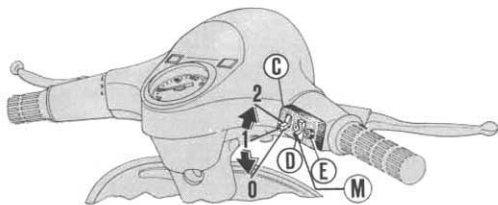

Fig. 6
— Main switch « C », on handlebars, R. H. side, with lever « D » high and low beam and 2 push buttons « E » for the horn and « M » for engine cutout (refer to fig. 6).
— Commutateur principal « C », côté droit du guidon, avec levier « D » de commutation phare - code et 2 poussoirs pour l'avertisseur « E » et pour l'arrêt du moteur « M » voir fig. 6).
— Un conmutador principal « C » lado derecho del manillar, con palanquita « D » para las luces de cruce y carretera y pulsadores del claxon « E » y « M » de parada motor fig. 6).
**Light switch** on the headlamp, located on handlebars, R. H. (see fig. 6).
**Commutateur déviateur** feux du projecteur, guidon côté droit, fig. 6.
**Conmutador de luces** del proyector situado sobre el manillar lado derecho (ver fig. 6).
Before stopping the engine shift to « neutral » then press the engine cut-out push-button « M » (fig. 6).
Avant d'arrêter le moteur mettre au « point mort » ensuite presser le bouton « M » d'arrêt moteur (fig. 6).
Antes de parar el motor llevar el cambio en la posición de punto muerto; luego apretar el botón « M » de parada motor, (fig. 6).